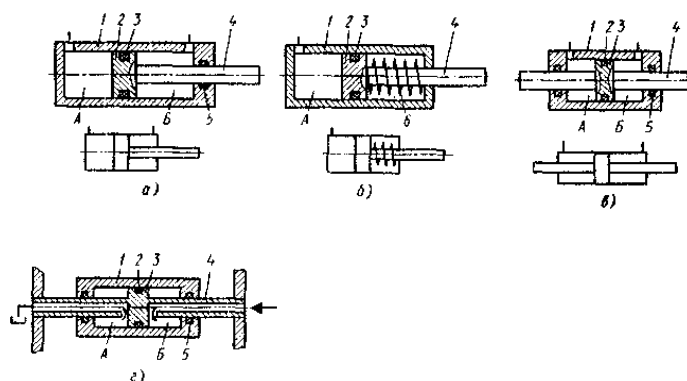

Рисунок 1 – Схемы поршневых гидроцилиндров:
Поршневым называют гидроцилиндр, в котором рабочие камеры образованы рабочими поверхностями корпуса и поршня со штоком (рис. 1). В цилиндрической расточке корпуса 1 (рис. 1, а) находится поршень 2, жестко соединенный со штоком 4. Цилиндр имеет две полости: поршневую А – часть рабочей камеры, ограниченную рабочими поверхностями корпуса и поршня, и штоковую Б – часть рабочей камеры, ограниченную рабочими поверхностями корпуса, поршня и штока. Для герметизации подвижных соединений в цилиндре установлены уплотнительные кольца 3 и 5.
– со стороны поршневой полости для цилиндров с односторонним штоком (см. рис. 1, *a* и *б*)
– со стороны штоковой полости для цилиндров с односторонним (см. рис. 1, *a*) и двусторонним (см. рис. 1, *в* и *з*) штоками при условии равенства диаметров правого и левого штоков